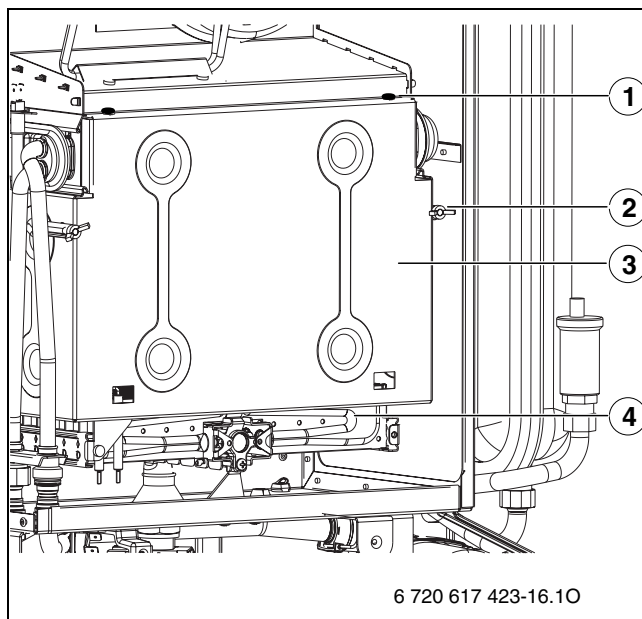

Fig. 46 Aprire il bruciatore
- Rimuovere la parete anteriore della camera di combustione e il bruciatore (→ fig 46).